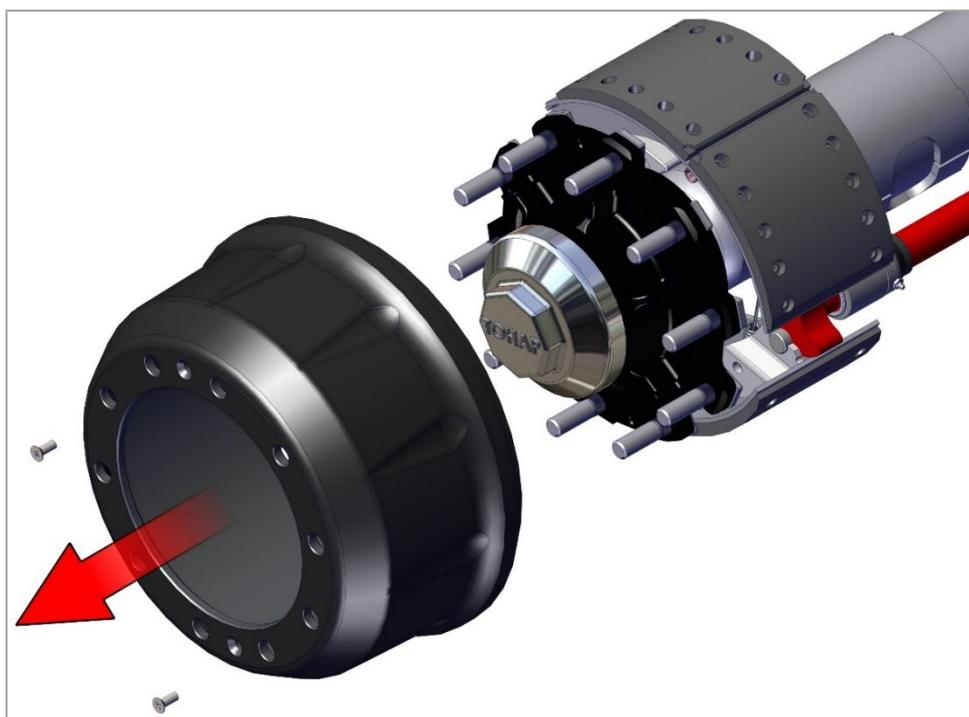

Рис. 13. Снятие барабана.
- 3) Шпильку необходимо надежно устанавливать на место, следя за тем, чтобы она располагалась под прямым углом к поверхности ступицы и точно садилась на внутренний торец ступицы (рис. 13).
2) Снимите барабан как показано на Рис. 13.